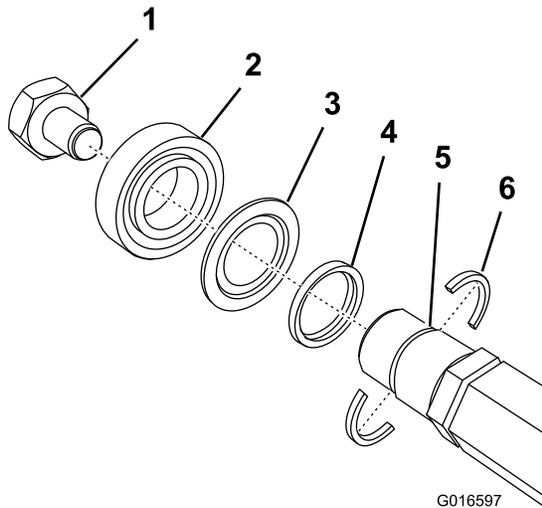

Figura 10
**Importante:** Asegúrese de que los 2 retenes del eje y el espaciador están colocados antes de instalar los cojinetes en el molinete (Figura 10). Apriete las tuercas a 136 N-m (100 libras-pie).